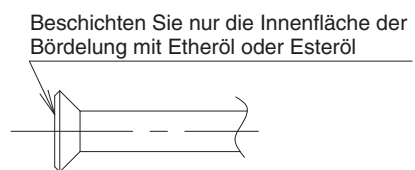

Abb. 20
- Beschichten Sie beim Herstellen einer Bördelverbindung nur die Innenfläche der Bördelung mit Etheröl oder Esteröl. (Siehe Abb. 20)